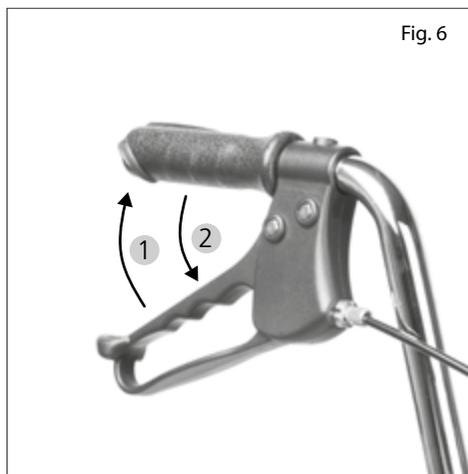

Fig. 6
1. Per frenare durante la marcia (freno di servizio) tirare in modo uniforme entrambe le maniglie (1, fig. 6).
2. Per mantenere il deambulatore fermo in maniera sicura e prolungata, ad esempio per sedersi, spingere forte la maniglia del freno verso il basso (2, fig. 6). La maniglia del freno scatta saldamente in questa posizione.